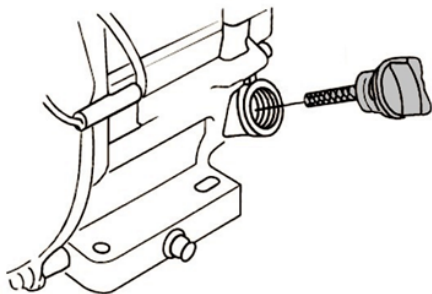

Рис. 26 Крышка-щуп маслосазливной горловины
2. Открутите крышку-щуп маслосазливной горловины и извлеките щуп (Рис. 26).